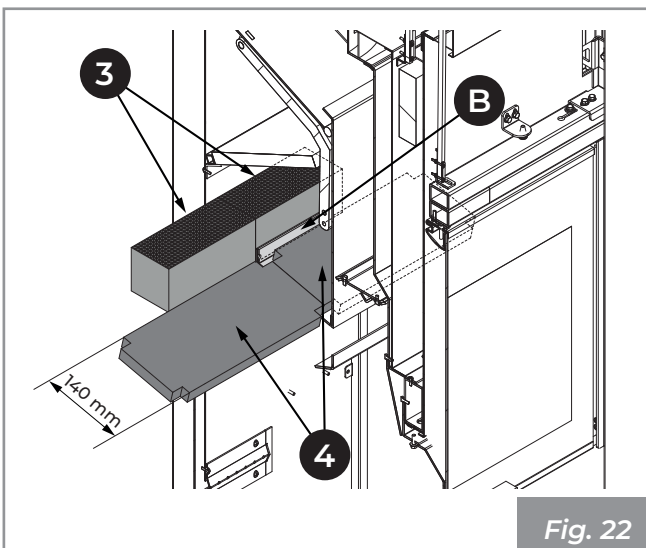

Fig. 22
- 5) Placer le O2RING (3) en l'insérant dans son support (B) (Fig. 22).